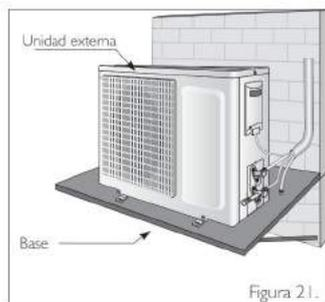

Figura 21.
- Instale la unidad externa usando una base rígida o pie amigo para prevenir vibraciones en la unidad y por consiguiente ruidos durante su funcionamiento. Asegúrese que el soporte pueda sostener por lo menos 4 veces la unidad externa. Figura 21.